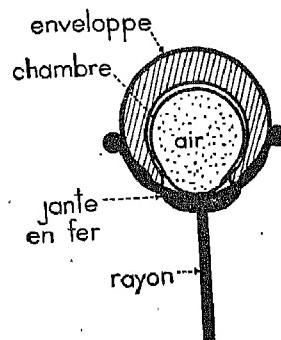

Fig. 3. — Jante et pneu de roue de bicyclette.
c) Les *rais* ou *rayons* sont des tringles d'acier rivées d'une part sur les plaques du moyeu, d'autre part sur la *jante* (fig. 3). Remarquez comment ils sont entre-croisés et forment, avec la *jante* et le *moyeu*, un ensemble très rigide.